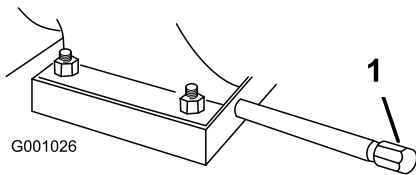

Figura 48
1. Limpie la zona alrededor del tapón de vaciado del aceite (Figura 48).